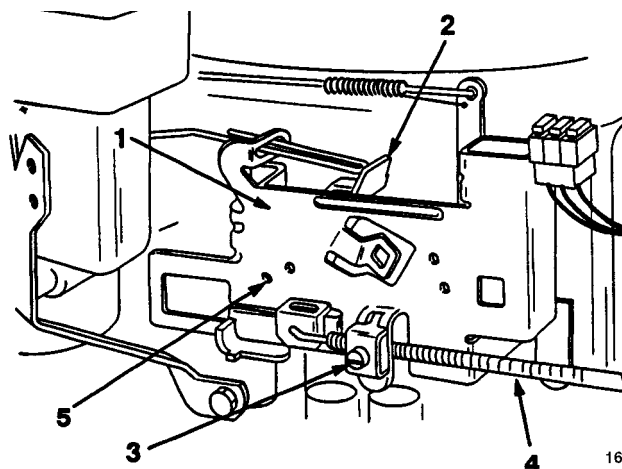

Fig. 26
- B. Når gashåndtaget står på "HURTIGT" (FAST), skal indekshullerne i regulatorarmen og regulatorpladen være rettet ind (fig. 26). Hvis de ikke er rettet ind, se hvorledes denne justering udføres i punkt 4.
- B. Løsn gasspjældskablets klemkrue, til gasspjældskablets hylster kan bevæges (fig. 26).
- C. Flyt gasspjældskablets hylster, til indekshullerne i regulatorarmen og regulatorpladen er rettet ind (fig. 26). Stram nu kabelklemskruen.